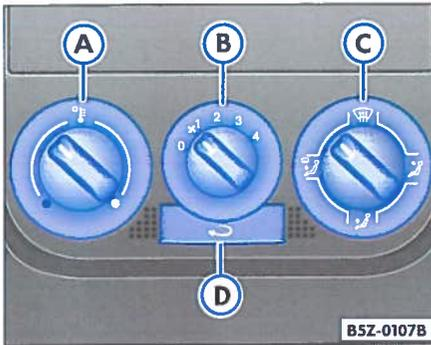

Abb. 79 Detail an der Schalttafel: Steuerungen der manuellen Belüftung und Heizung
- Drehen Sie den Temperaturregler ⇒ Abb. 79 (A) nach links.
- Drehen Sie den Gebläseschalter (B) in eine der Stufen 1-4.
- Lenken Sie den Luftstrom mit dem Luftverteiler (C) in die gewünschte Richtung.
- Drehen Sie den Temperaturregler ⇒ Abb. 79 (A) nach rechts, bis die gewünschte Heizleistung erreicht ist.
- Drehen Sie den Temperaturregler ⇒ Abb. 79 (A) ganz nach rechts auf die höchste Heizleistung.
- Drehen Sie den Gebläseschalter (B) auf Stufe 3 oder 4.
- Drehen Sie den Luftverteiler (C) auf .
- Drehen Sie den Temperaturregler ⇒ Abb. 79 (A) in den Heizbereich.
Aus allen Luftaustrittsdüsen strömt je nach Stellung des Drehreglers \Rightarrow Seite 100, Abb. 79 **A** erwärmte oder nicht erwärmte Frischluft. Die Düsen werden mit dem Drehregler **C** gesteuert. Die Düsen können zusätzlich mit einem Rändelrad neben bzw. unter der Düse geschlossen oder geöffnet werden.